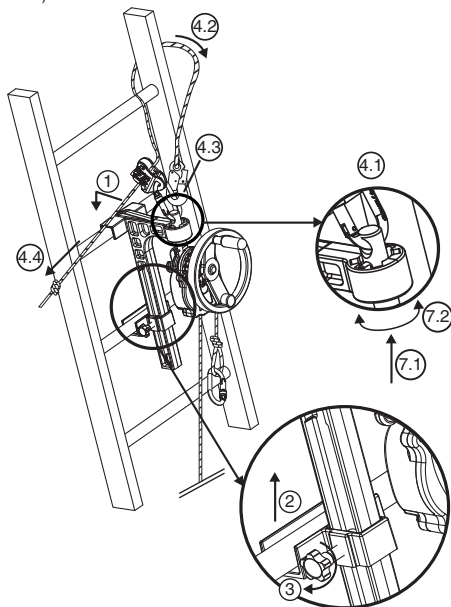

Fig. 6
6.3.2 DEROPE™-toestel UP B (Fig. 6)
1. Plaats de grote console, vergrendelbaar op de sport van de ladder in de gekozen positie om de reddingsoperatie uit te voeren, boven de te evacueren persoon (fig. 6, 1).
2. Hermonteer de blokkeerleiding ter hoogte van de sport onmiddellijk onder deze waarop de grote console bevestigd is (fig. 6, 2).
3. Zet de blokkeerpen van de geleiding vast aan de hand van de klemknop die zich aan de zijkant van de console bevindt (fig. 6, 3).
- Bevestig de connector van de afstelrichting LCM 05 in het bovenste gat van de verankerung (fig. 6, 4.1).
- Breng de leiriem rond het sport van de ladder boven de console door één van de steigers van de ladder te omleiden (fig. 6, 4.2).
- Koppel de connector van de leiriem aan op de connector van de afstelrichting LCM 05 (fig. 6, 4.3).
- Span de leiriem op door aan het vrije uiteinde te trekken (fig. 6, 4.4).
7. Richt het DEROPE™-toestel naargelang de behoeften en wijzig de positie van de verankerpen in de indexeerpunten (fig. 6, 7.1 – 7.2).